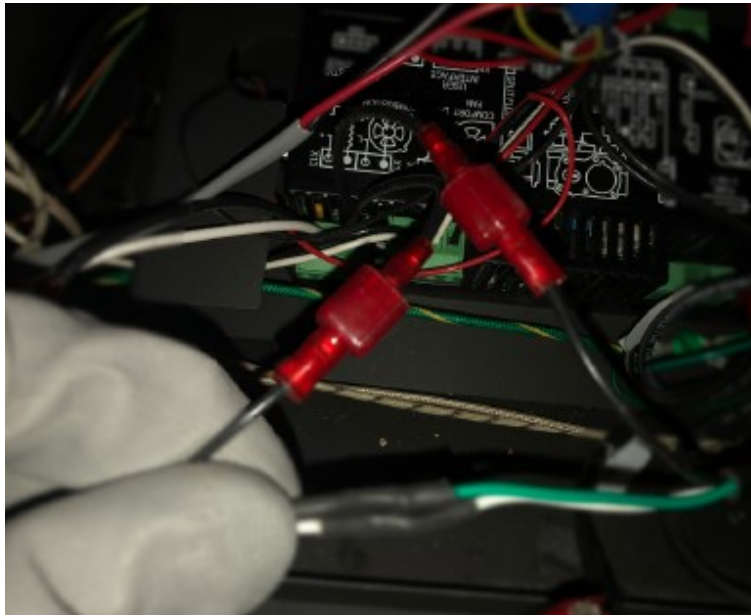

Figure 6.17 - Faisceau de câbles - Connexion des fils noirs à branchement rapide
6. Maintenant, nous allons connecter le faisceau de câbles du Power Vent au faisceau de câbles du module de contrôle et du foyer. Le faisceau de câbles du Power Vent comporte un fil noir (porteur de tension) séparé avec deux connexions femelle à branchement rapide aux deux extrémités. Branchez-les aux fils noirs (connexions à branchement rapide) sortant du module de contrôle, à l'emplacement de connexion X12 du ventilateur de combustion. Voir Figure 6.17.